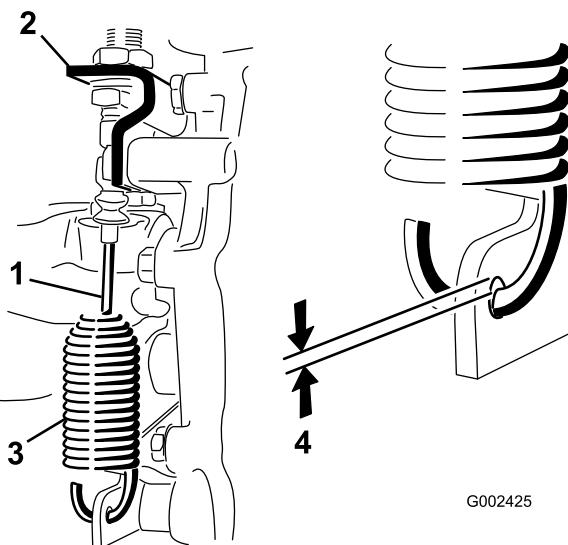

図 52
- デファレンシャルロック・ケーブルをトランスアクスルのブラケットに固定しているジャムナットをゆるめる（図 52）。